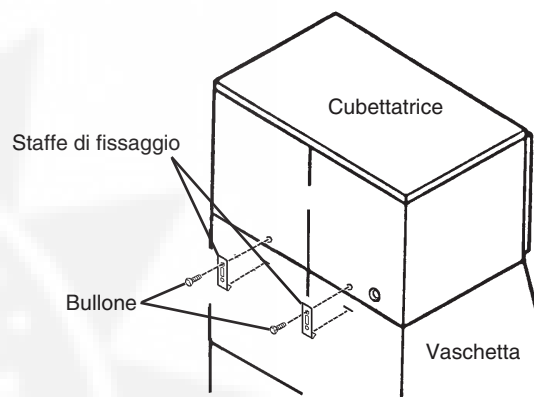

Fig. 2
4. Fissare la cubettatrice alla vaschetta di deposito, servendosi delle due staffe di montaggio e dei due bulloni in dotazione. Vedere Fig. 2.